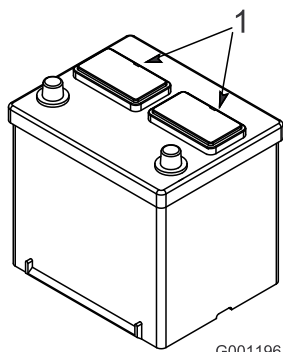

図 4
- バッテリーの上部をきれいに拭い、キャップを取り外す (図 4)。